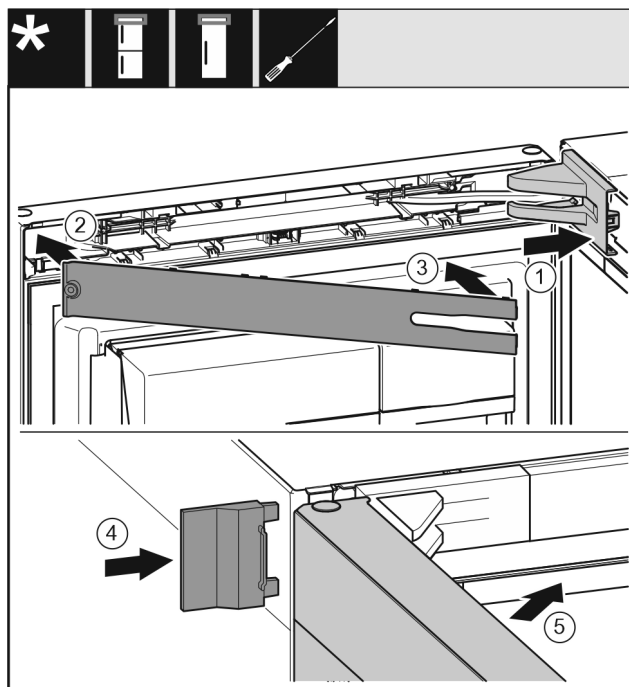

Fig. 51
- ▶ Nasad'te a zaklapněte kryt stojanu ložiska, příp. opatrně odtlačte od sebe. Fig. 51 (1)
- ▶ Nasad'te záslepku. Fig. 51 (2)
- ▶ Záslepku sklopte a zaklapněte. Fig. 51 (3)
- ▶ Nasuňte vnější kryt. Fig. 51 (4)
- ▶ Zavřete horní dveře. Fig. 51 (5)